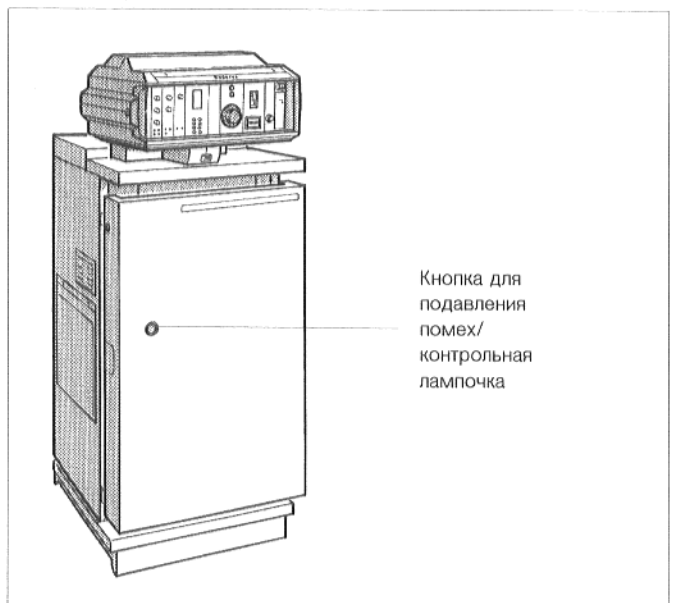

Рис. 3. GE 124 L Lownox Ecomatic; кнопка для подавления помех
- Если светится контрольная лампочка кнопки подавления помех (рис. 3), то кнопку подавления помех следует нажать.